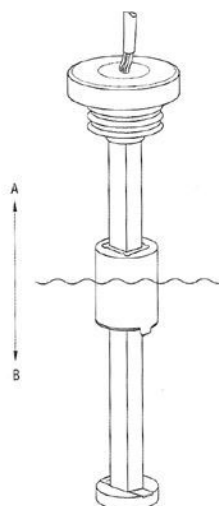

Fig. 5
I sensori di livello elettromeccanici, sfruttano il contatto mobile montato inferiormente al galleggiante per cortocircuitare i contatti fissi all'estremità inferiore dello stelo (fig.5) e permettere così l'accensione di una lampada spia.
*The electromechanical sensors use the contact at the bottom of the float to shortcircuit the fixed contact on the lower end of the stem (Fig. 5), and this switches on the light.*